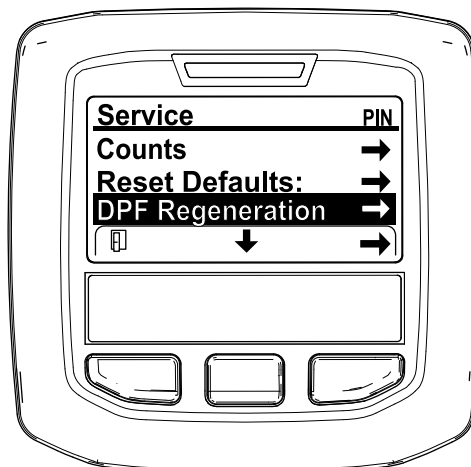

Figura 42
3. No MENU DE MANUTENÇÃO, prima o botão do meio até surgirem as opções de REGENERAÇÃO DO DPF e prima o botão direito para selecionar a opção de REGENERAÇÃO DO DPF (Figura 42).